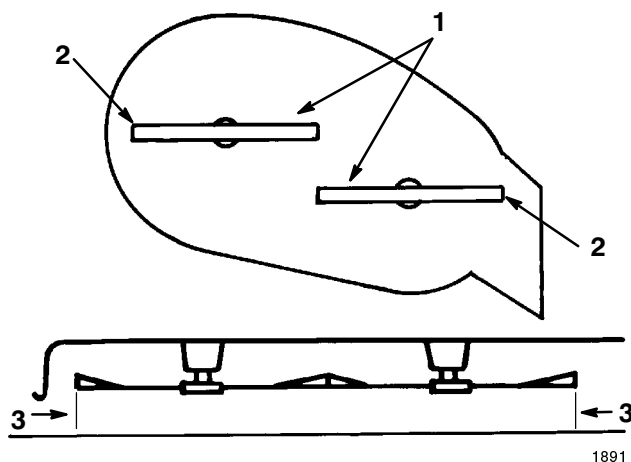

Figure 50
4. Tournez prudemment les lames pour qu'elles soient parallèles au sol (Fig. 50). Mesurez la distance entre les arêtes de coupe extérieures et le sol plat (Fig. 50). Si les valeurs obtenues diffèrent de plus de 5 mm, un réglage s'impose (voir les points 5 et 6).